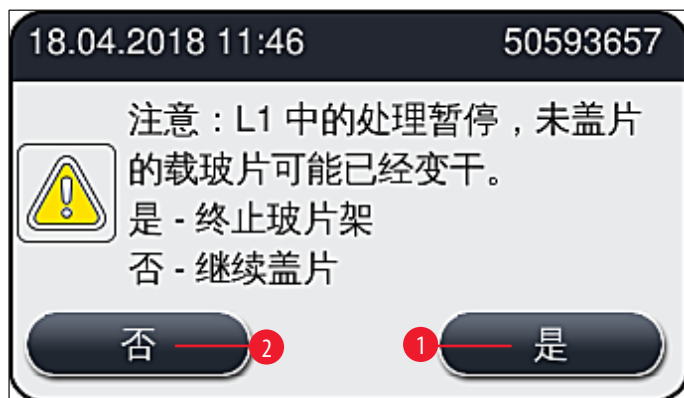

图 111
9. 仪器软件执行填充位扫描。用户将在检查结束后收到一条消息 (→ 图 111)。